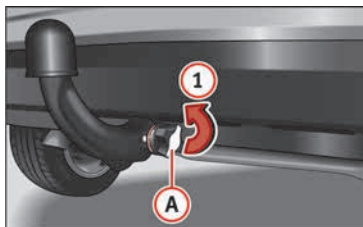

Abb. 201 Schlossabdeckung entfernen /
- Nehmen Sie die Abdeckung **A** in Pfeilrichtung **1** » **Abb. 201** vom Schloss des Handrändelrads ab.